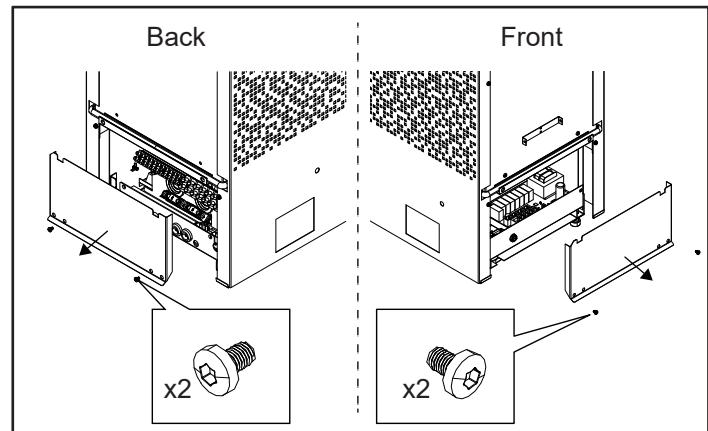

Fig 8: Lossa inkopplingsluckorna fram och bak
2. Lossa skruvarna på luckorna, se Fig 8.
7. Skjut in lådan, Sätt till baka luckorna och skruva i skruvorna (se Fig 8).